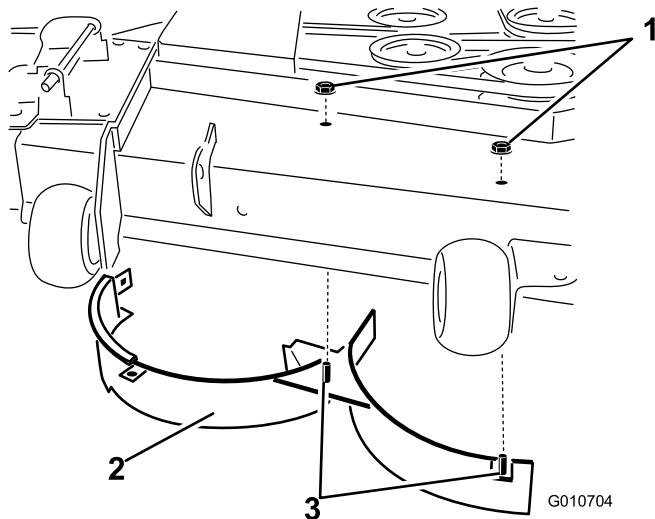

Figure 38
11. Retirez les deux contre-écrous (5/16 inch) qui fixent les montants soudés du déflecteur droit sur le dessus du plateau de coupe, au centre et à droite du centre (Figure 38).
12. Retirez le boulon de carrosserie et le contre-écrou qui fixent le déflecteur droit sur le haut du plateau de coupe. Déposez le déflecteur droit du plateau de coupe (Figure 38).